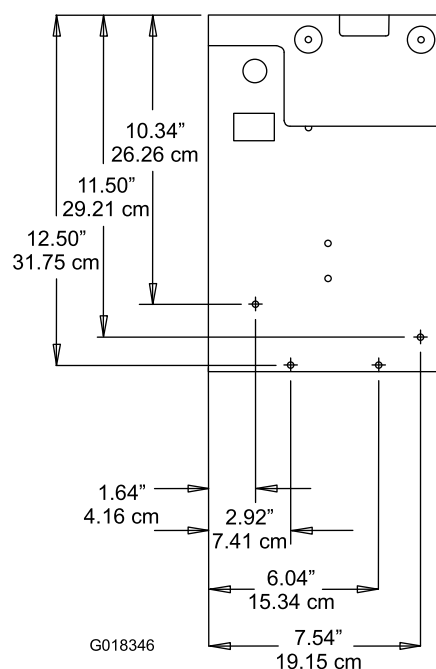

Figura 6
10. Usando las dimensiones indicadas en Figura 6, localice, marque y perfore 4 taladros de 0,713 cm (0,281 pulgadas) de diámetro en el bastidor ().